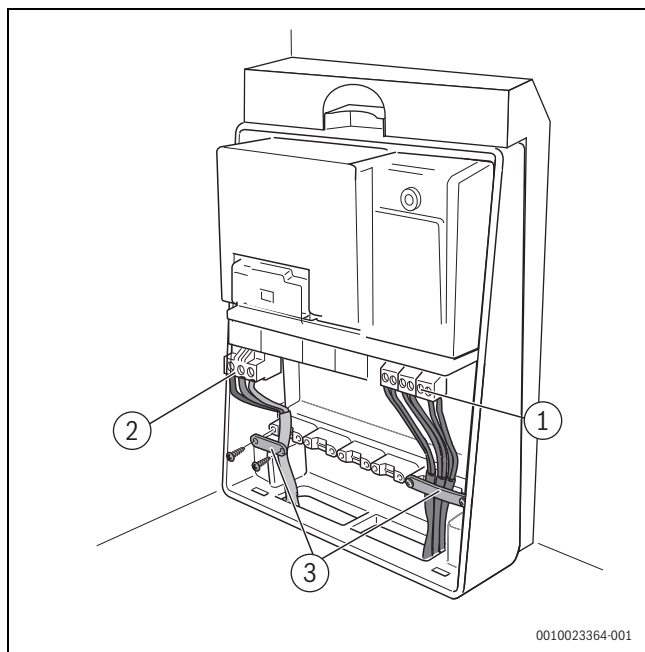

Bild 48 Kabelschelle montieren
- 230 V_{AC} Netzkabelanschluss des ersten Moduls für das zweite Modul verwenden. Hierzu das mit dem Modul mitgelieferte Kabel verwenden (→ Bild 48, [4]).